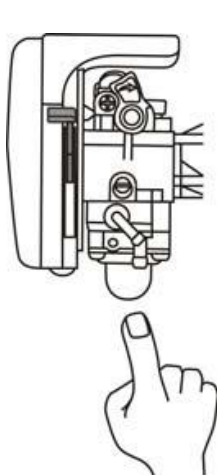

Fig. 8
1. Pousser la pompe d'amorçage 5 fois. (Fig. 8)